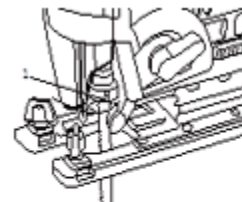

Рис. 3. Замена пилки.
2. Поверните замок держателя пилки (1, рис. 3) до упора и удерживайте его.
4. Отпустите замок держателя (1, рис.3), он вернется в исходное положение автоматически.